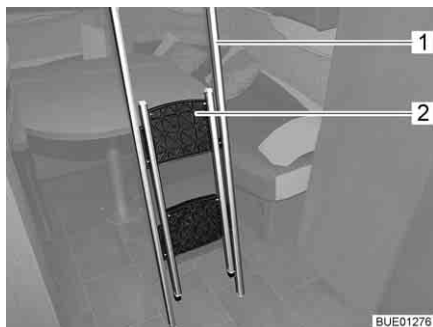
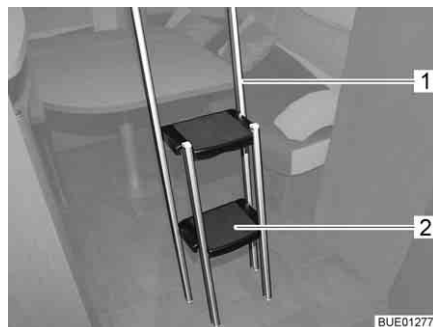

Bild 102 Stege, infälld
Bild 103 Stege, utfälld
- Haka in stegens (Bild 100,5 resp. Bild 102,1) två byglar (Bild 100,4) på den höjbara sängens list (Bild 100,3).
- Ta tag i den övre delen (Bild 102,2) på den infällda stegen och fäll ut den så att alla fyra fötter står stadigt på golvet (Bild 103).
- Fäll in fotstegen (Bild 103,2) för att ta bort stegen (Bild 103,1).